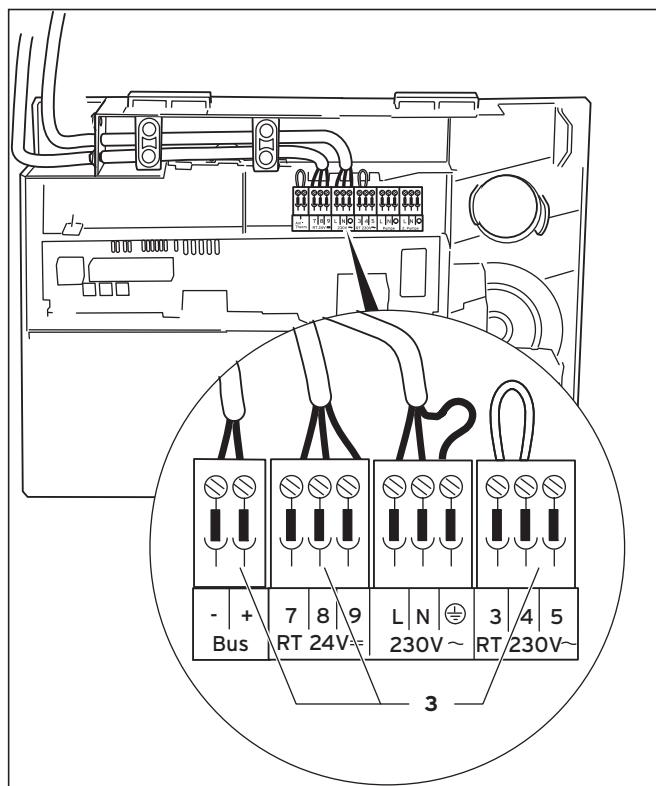

Abb. 5.7 Anschluss einer witterungsgefährten Regelung
- Verlegen Sie die erforderlichen Leitungen zur Anschlussebene im Schaltkasten wie in Abbildung 5.7 gezeigt.
- Schließen Sie die Anschlusskabel entsprechend Abbildung 5.7 an die entsprechenden ProE Stecker bzw. Steckplätze der Elektronik (3) an.